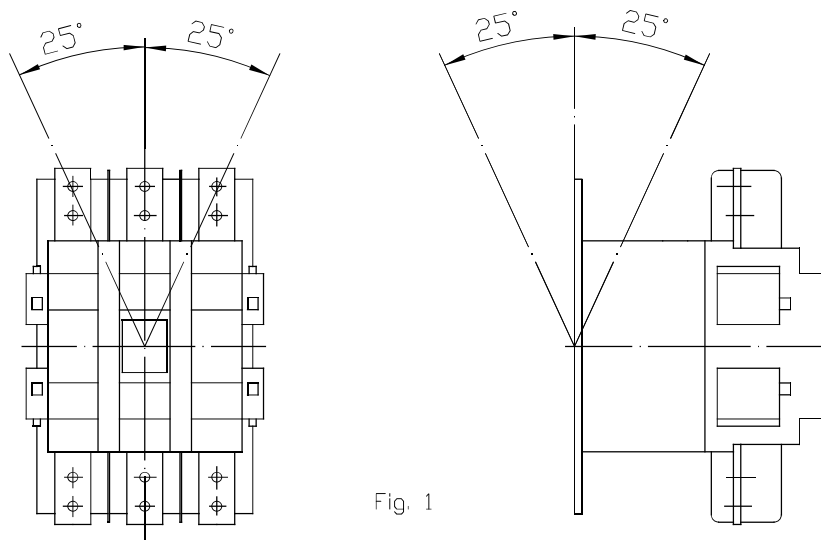

Fig. 1
- Svitare i gruppi di ritengo camere spegniarco (fig.1) quanto basta per ruotarli di 90° (fig.2).
- Unscrew the arc-chute fasteners (fig. 1) for enough to rotate them 90° (fig.2).